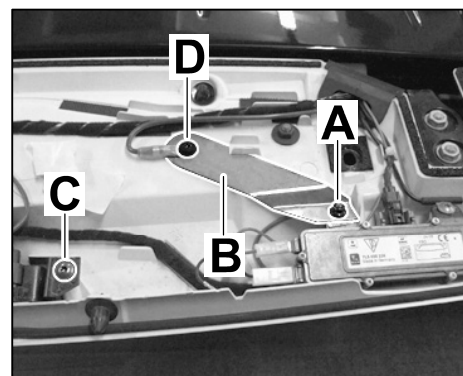

Bild 6
- 3.1 Schraube $\Rightarrow$ Bild 6 -D- und Mutter $\Rightarrow$ Bild 6 -A- herausdrehen und Verstärkungsblech $\Rightarrow$ Bild 6 -B- entnehmen.
- 3.2 Schraube $\Rightarrow$ Bild 6 -C- von 3. Bremsleuchte herausdrehen.